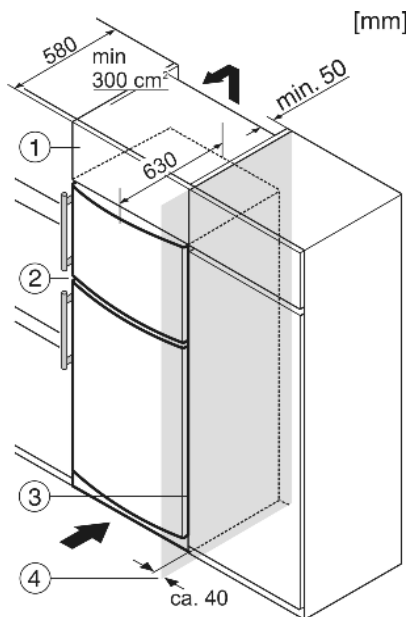

Fig. 6
- (1) Szafka nasadzana (3) Szafka kuchenna
(2) Urządzenie (4) Ściana
Urządzenie może zostać obudowane szafkami kuchennymi. Aby dopasować urządzenie Fig. 6 (2) do wysokości ciągu szafek kuchennych, można nad urządzeniem umieścić odpowiednią szafkę nasadzaną Fig. 6 (1).
W przypadku obudowania standardowymi szafkami kuchennymi (głębokość maks. 580 mm) urządzenie można ustawić bezpośrednio obok szafki kuchennej Fig. 6 (3). Drzwi urządzenia wystają z boku o 34 mm i na środku urządzenia o 50 mm w stosunku do frontu szafek kuchennych. Dzięki temu można je bez problemu otwierać i zamykać.
Jeżeli urządzenie będzie ustawiane z zawiasami do ściany Fig. 6 (4), to pomiędzy urządzeniem i ścianą należy zachować minimalny odstęp, wynoszący 40 mm. Na taką odległość wystaje klamka przy otwartych drzwiach.